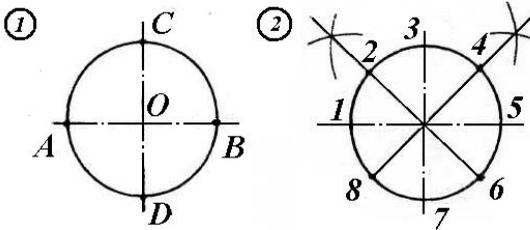

Рис. 23.
1) Взаимно перпендикулярные диаметры AB и CD делят окружность на четыре равные части (рис. 23).